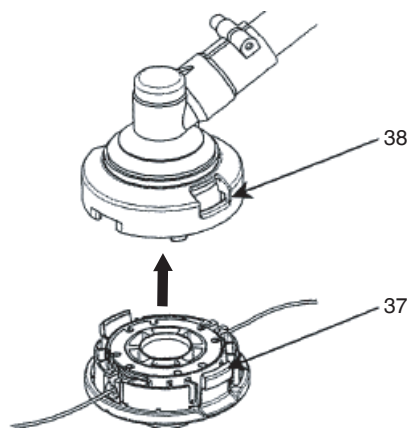

Fig. 33
- (6) Placez le couvercle sur le boîtier de façon à ce que les attaches de blocage (37) sur le boîtier rencontrent les longs trous (38) sur le couvercle. Ensuite, appuyez bien sur le boîtier jusqu'à ce qu'il s'enclenche. (Fig. 33)